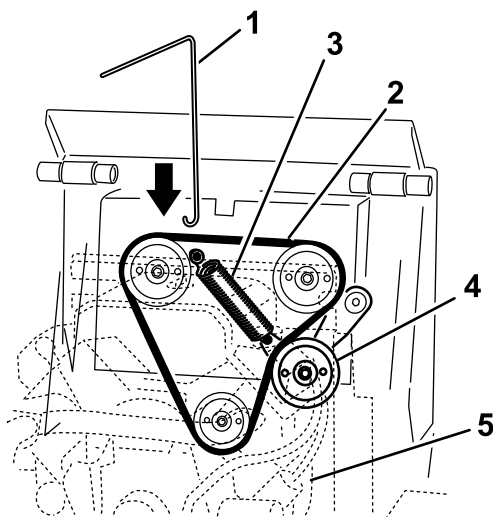

Figura 43
3. Conecte el gancho de la Herramienta para la Retirada de Muelles al gancho del muelle de la polea tensora, y desenganche el muelle del espárrago según se muestra en Figura 43.